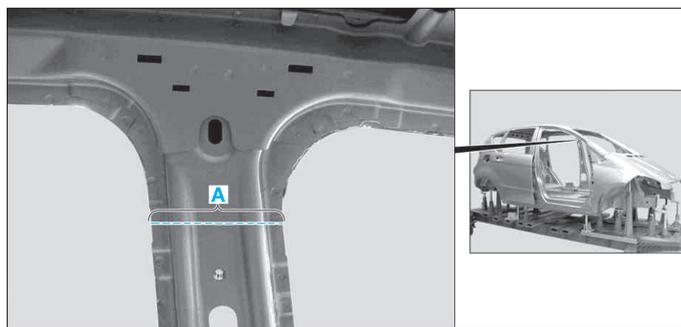

FIG. 66
- Reporter la ligne de coupe du côté extérieur sur le côté intérieur (A) (Fig.66).